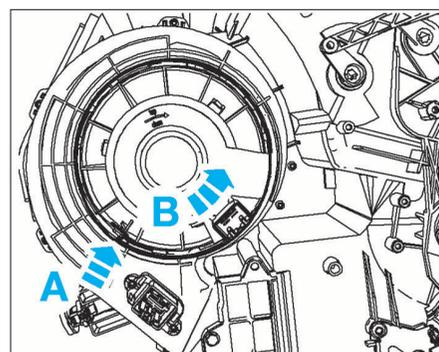

FIG. 9
- les 3 vis de fixation du boîtier de répartition d'air (1).
- le boîtier de répartition d'air (1).
- Déverrouiller le motoventilateur en (A) puis tourner dans le sens (B) (Fig.9).